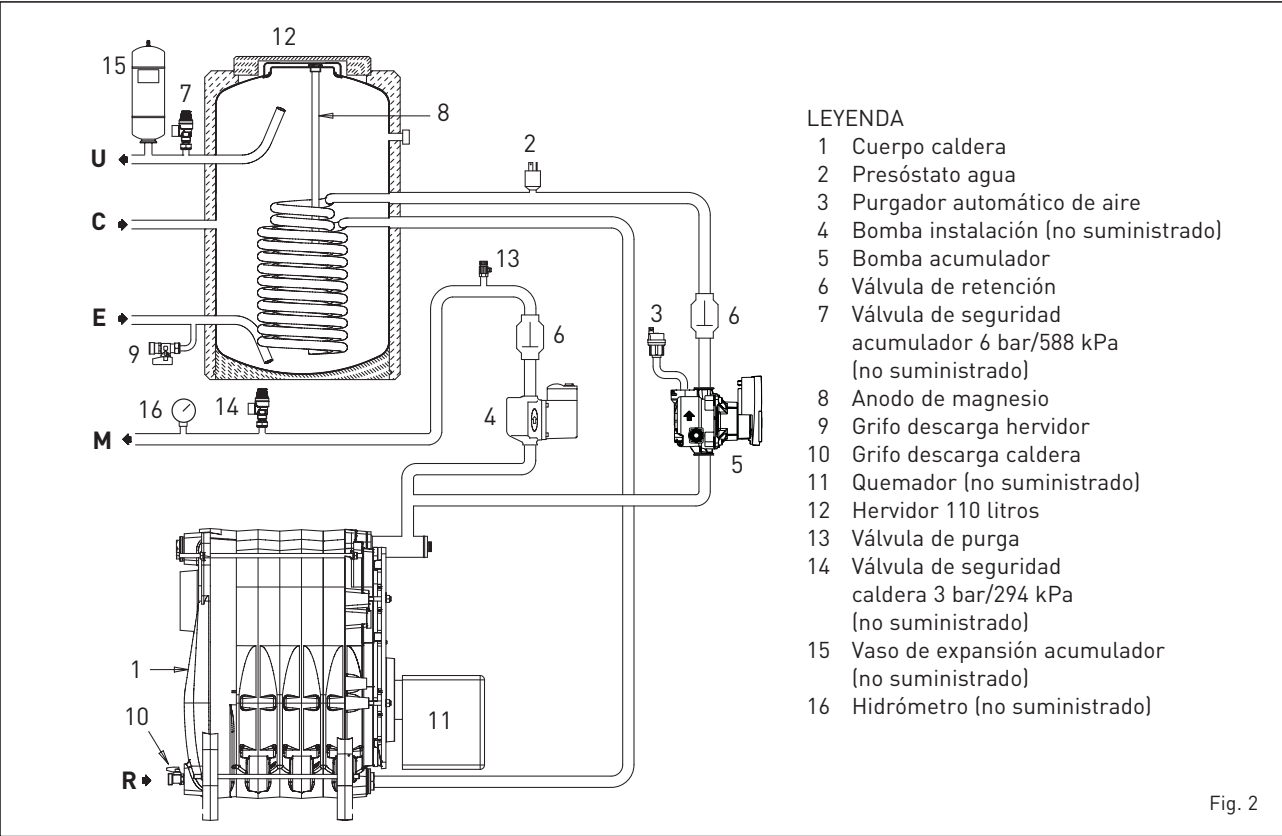

Fig. 2
1.4 ESQUEMA DE FUNCIONAMIENTO (fig. 2)
2.3.1 Accesorios para instalar (fig. 2)
Para facilitar esta operación colocar la ranura del tornillo de desbloqueo de la válvula de retención, en posición horizontal (6 fig. 2). Una vez purgado todo el aire, volver a colocar el tornillo en la posición inicial.